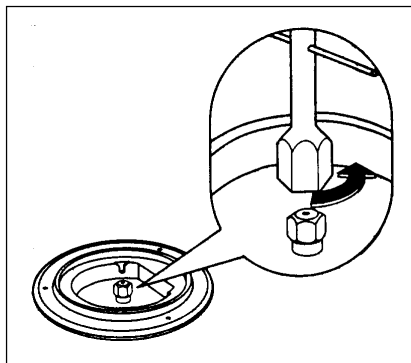

Рис. 2
- С помощью торцевого ключа 7 отвинтите инжекторы (рис. 2) и замените их соответствующими типу используемого газа (см. табл. Газовые горелки на стр. 48)